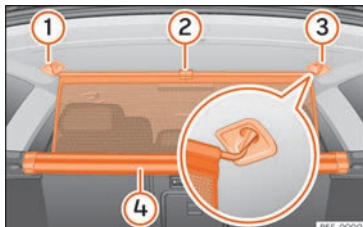

Abb. 157 Im Gepäckraum: Trennnetz einhängen.
- Ziehen Sie die Lasche » Abb. 157 ② nach oben, um das Netz aus dem Einsatz ④ zu nehmen.
- Hängen Sie die Netztrennwand an der rechten Seite ③ (vergrößerte Darstellung) ein.
- Hängen Sie die Netztrennwand an der Aufnahme der linken Seite ① ein, indem Sie an der Stange ziehen.